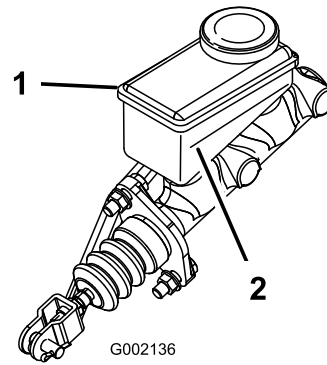

Figura 64
5. Osservate la linea del livello del fluido sul lato del serbatoio (Figura 64).
- B. Aggiungete il fluido dei freni DOT 3 al serbatoio, in modo che il livello del fluido sia superiore alla linea del minimo (Figura 64).